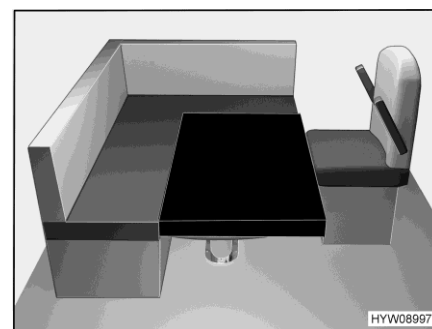

Fig. 70 Dopo la trasformazione
- Posizionare il cuscino aggiuntivo sul tavolo come mostrato in Fig. 70. Gli angoli arrotondati sono indicati in avanti a destra.